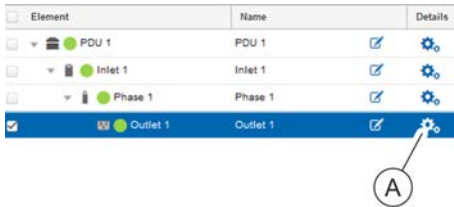

Abb. 185: Details des Elements "Outlet" aufrufen
2. ➔ In der Registerkarte "Status" die Details der betreffenden Steckdose aufrufen (Abb. 185/Ⓐ).